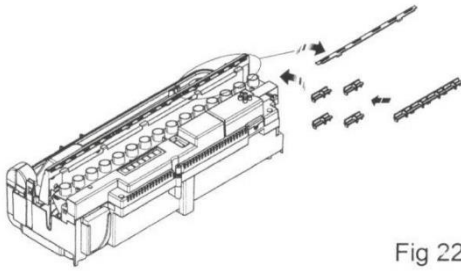

Fig 22
4. Trennen Sie die elektrische Verbindung auf der rechten Seite der Wanne (Abb. 22).